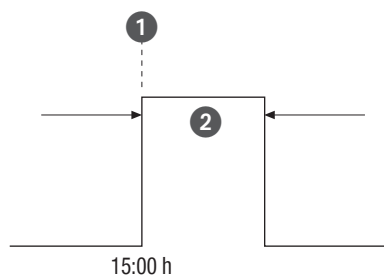

Bild 30: Impulskoppling
- (Bild 30/①) starttid
- (Bild 30/②) period = koppling PÅ